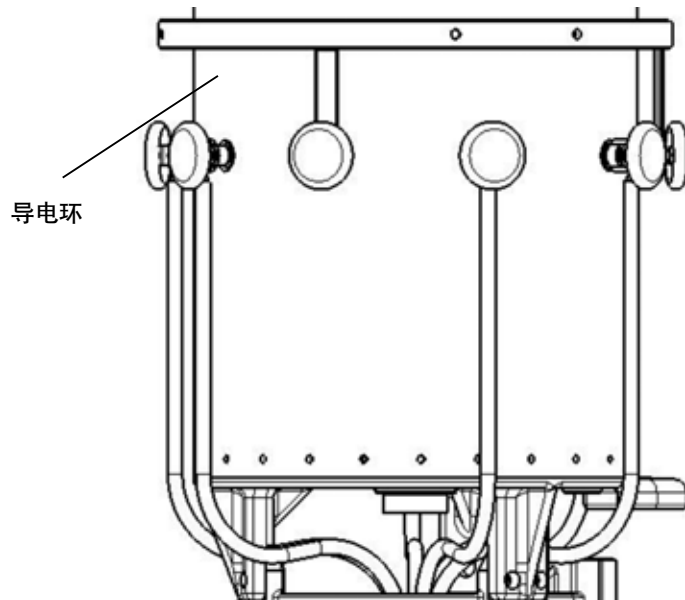

图 14 导电环
1) 分接开关 (III-500/600 及 I-1200/1500) 的选择部分的引出线 (共 6 根) 必须连接到切换开关油室的触头引出端子上 (有 M10 用的孔, 图 14)。